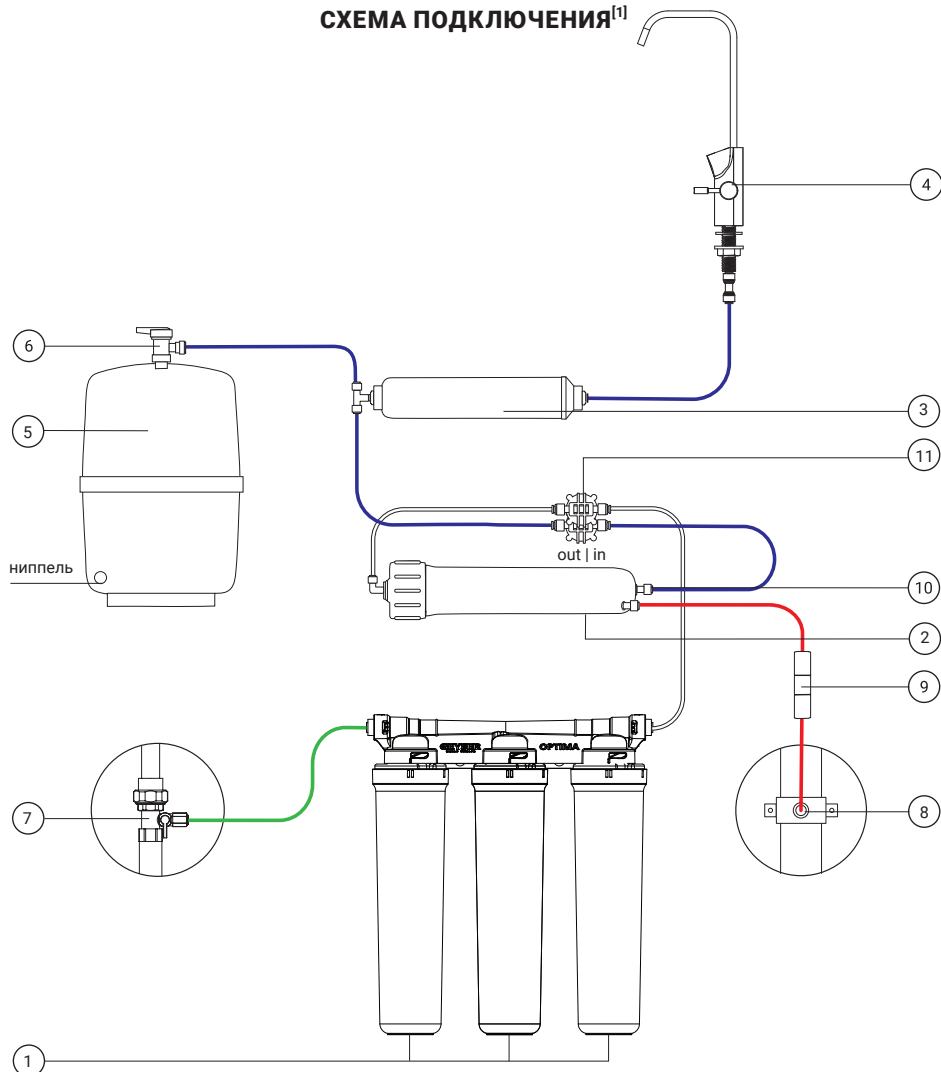

Рис. 2. Схема подключения Гейзер Престиж/Аллегро Оптима Макси
3. Свободный конец зеленой трубки присоедините к скобе фильтра в соответствии со стрелкой указания направления потока (см. разделы «Схема подключения» (стр. 7, рис. 2) и «Присоединение трубок» (стр. 10)).
5. Свободный конец красной трубки присоедините к ограничителю дренажного потока (см. разделы «Схема подключения» (стр. 7, рис. 2) и «Присоединение труб» (стр. 9)).
4. Подключите первую часть синей трубки 1/4" к выходу угольного постфилтра (см. разделы «Присоединение трубок» (стр. 9) и «Схема подключения» (стр. 7, рис. 2)).